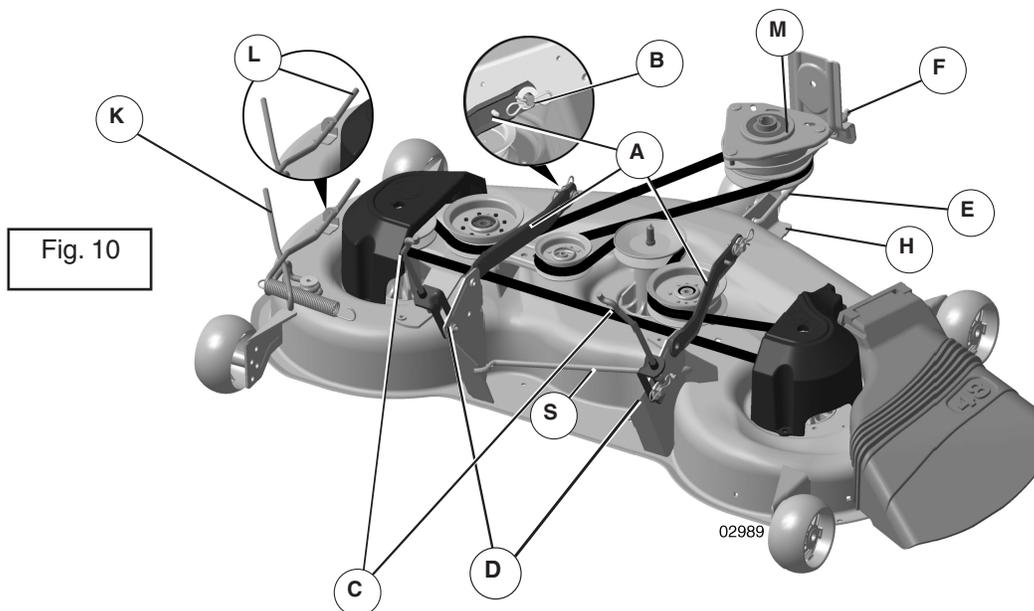

Fig. 10
12. Insertar otra parte terminal de la biela frontal (E) en el agujero en el soporte frontal del cortacésped (H) y afianzar con una arandela y un muelle de retención grande (J).
13. Desacoplar la varilla de tensión de la correa (K) del soporte de cierre (L) (Fig. 10).
15. Embragar la varilla de tensión de la correa (K) en soporte de cierre (L) (Fig. 10).